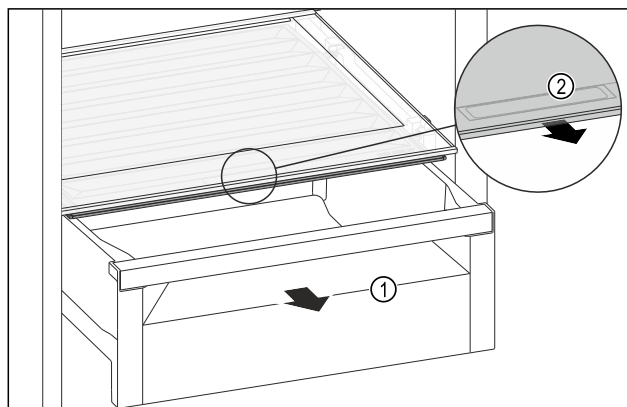

Fig. 114
- Schuifvak Fig. 114 (1) uittrekken.
- Greeplijst Fig. 114 (2) op het vakdeksel vastpakken en het vakdeksel gelijktijdig naar voren trekken.